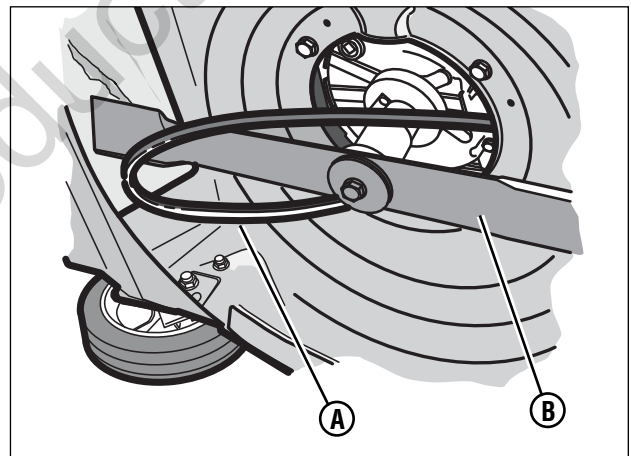

Figura 19: Desmontaje de la correa
4. Remueva la parte delantera de la correa de transmisión (B) fuera de la polea de transmisión (C).
5. Para remover la parte trasera de la correa de transmisión (A, Figura 19), deslice la correa de transmisión sobre el extremo de la cuchilla (B).